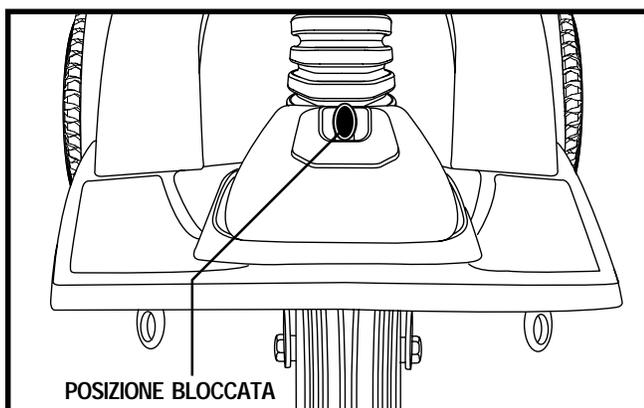

Figura 20. Bloccasterzo (Bloccato)
2. Bloccare il manubrio in posizione diritta in avanti spingendo la manopola di blocco del manubrio e ruotandola in senso orario di 90°. Vedere figura 20. La ruota anteriore deve essere rivolta in avanti per bloccare il manubrio.